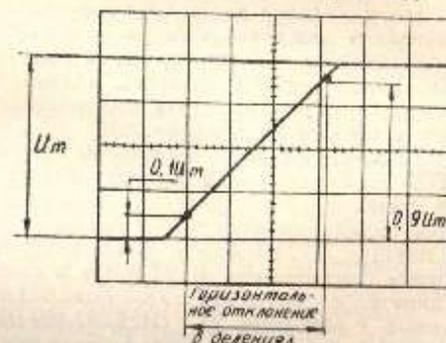

Рис. 5. Измерение времени нарастания
- ручкой « \leftrightarrow » совместите точку уровня 0,1 с одной из вертикальных линий шкалы экрана ЭЛТ в левой части экрана (рис. 5);
Пример. Предположим, что расстояние по горизонтали между точками сигнала на уровнях 0,1 и 0,9 равно 3,2 дел (рис. 5), переключатель «ВРЕМЯ/ДЕЛ» установлен в положение «1 мкс».